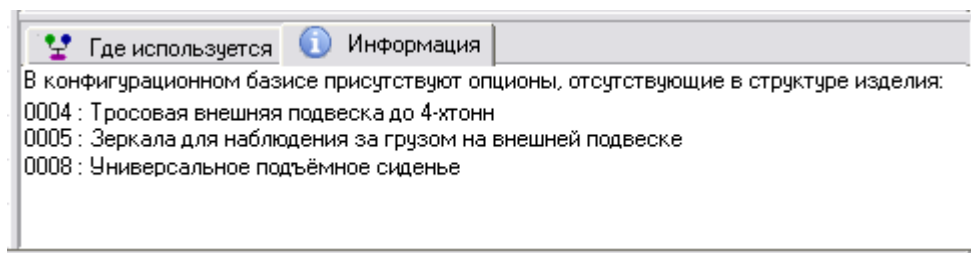

Рис. 43
2. После продолжительного времени в правом нижнем окне редактора на вкладке **Информация** отобразится список опционов, не участвующих в описании вариантной структуры (Рис. 43).